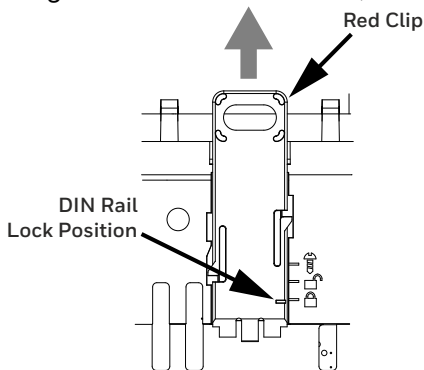

Fig. 7 Verriegelte Position
2. Siehen Sie alle roten Befestigungsclips heraus, bis die entriegelte Position erreicht ist, siehe Abb. 7.